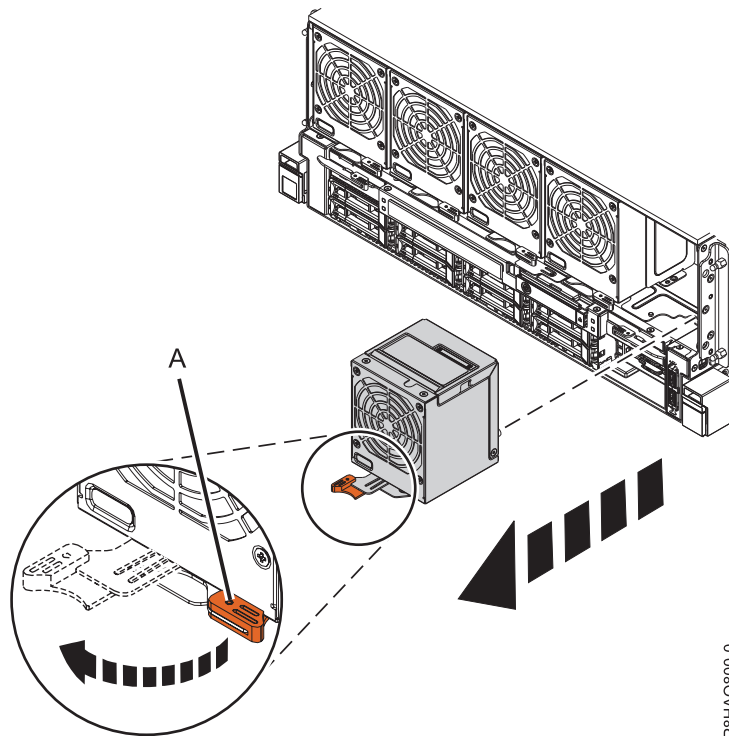

Abbildung 2. Vorderen Lüfter aus dem System ausbauen
- a. Legen Sie den Daumen auf die Vorderseite des terrakottafarbenen Kontaktpunkts der Verriegelung ((A) in Abb. 2) und legen Sie den Zeigefinger auf die Rückseite der Verriegelung.
- c. Drehen Sie den Lüftergriff in die Richtung, die in Abb. 2 dargestellt ist, um den Lüfter aus seiner Position zu entriegeln.
- d. Halten Sie den Lüftergriff, stützen Sie gleichzeitig die Unterseite des Lüfters mit der Hand ab und ziehen Sie den Lüfter aus seiner Position heraus (siehe Abb. 2).